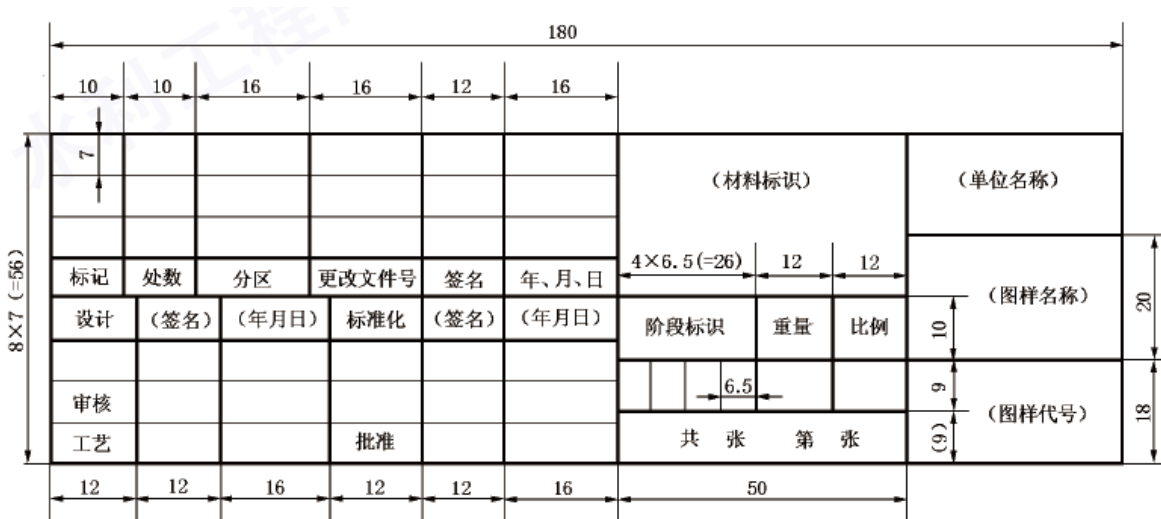
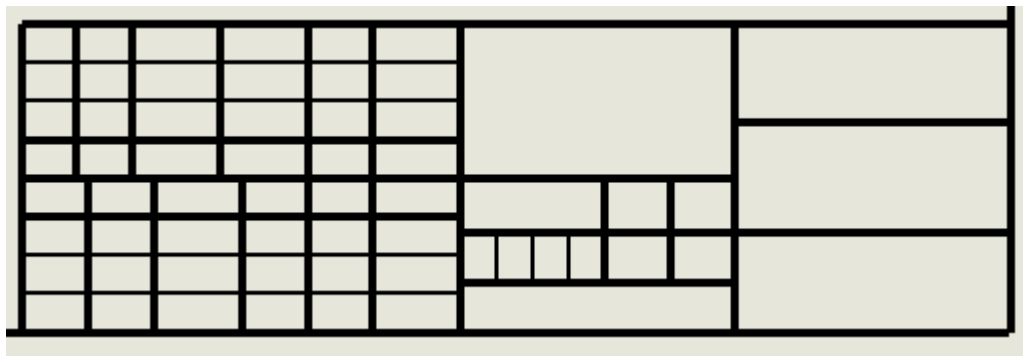

图 2-32 标题栏样式
图 2-35 修改标题栏线宽
根据 GB/T 10609.1 中对标题栏格式的有关规定（如图 2-32 所示），在图框的右下角绘制标题栏。
- (1) 按照图 2-32 所示, 使用“直线”、“剪裁实体”、“等距实体”等命令绘制图元并标注尺寸, 创建标题栏, 结果如图 2-33 所示。
- (3) 按照图 2-32 所示,使用“线型”工具条中的命令,修改标题栏线段的线宽,粗实线为 0.5mm,细实线为 0.25mm;修改标题栏线段颜色为“黑色”,结果如图 2-35 所示。
- (4) 单击“注解”命令标签中的“注释”命令  (如图 2-36 (1) 所示), 在界面左侧管理器窗口中出现“注释”对话框。选择对话框中“引线”处的“无引线”命令图标(如图 2-36 (2) 所示), 然后在图形区域标题栏相应单元格中单击鼠标, 出现“格式化”对话框及输入窗口, 输入文字, 例如输入“标记”(如图 2-36 (3) 所示), 在下一个位置处单击鼠标左键, 输入其他文字。按照图 2-32 所示, 完成标题栏中的文本注释。注意, 将个别文本大小调整为“5mm”。完成后, 单击“”, 退出添加文字注释状态, 结果如图 2-36 (4) 所示。